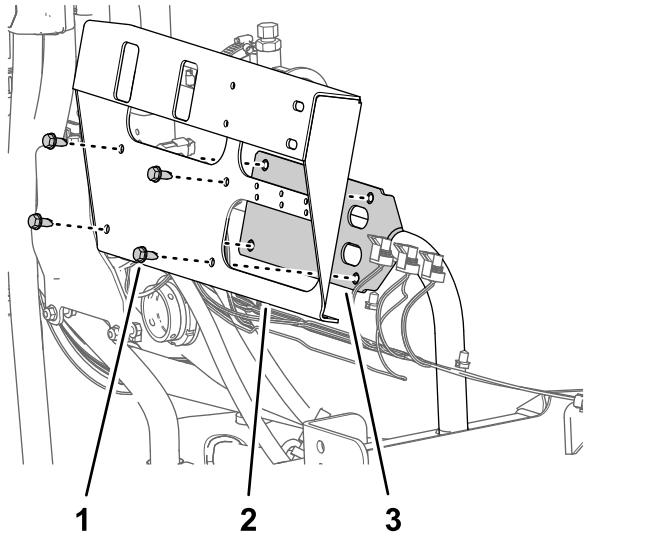

Figura 71
- Rimuovete le 4 viti a testa flangiata (5/16" x 3/4") che fissano la staffa della valvola di sezione dal supporto della valvola e rimuovete la staffa della valvola dalla macchina (Figura 71).